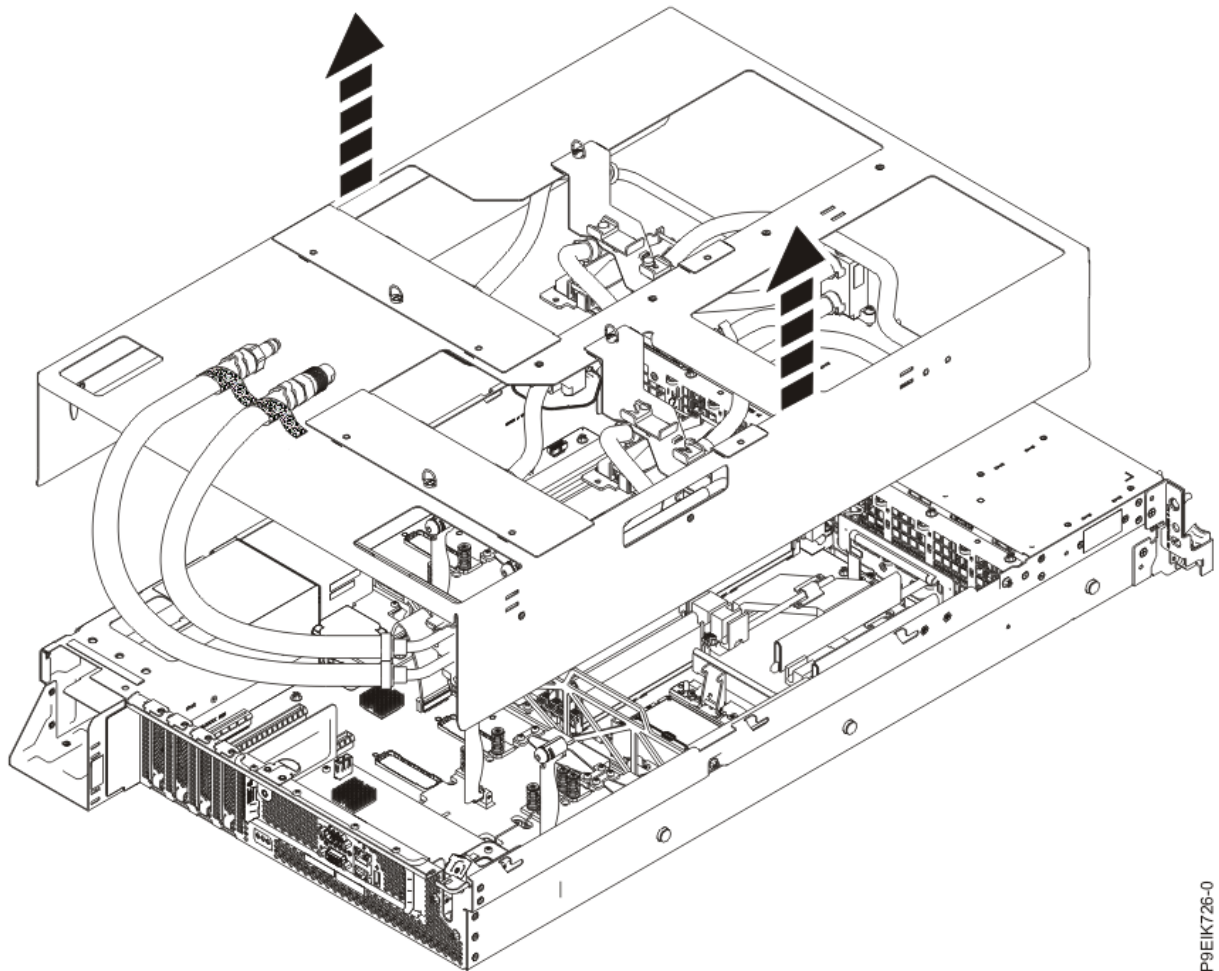

Figure 29. Levée du support d'installation des plaques froides
23. Une fois toutes les plaques froides fixées au support d'installation des plaques froides, soulevez celui-ci **bien droit** afin de le sortir du système (voir Figure 29, à la page 32).